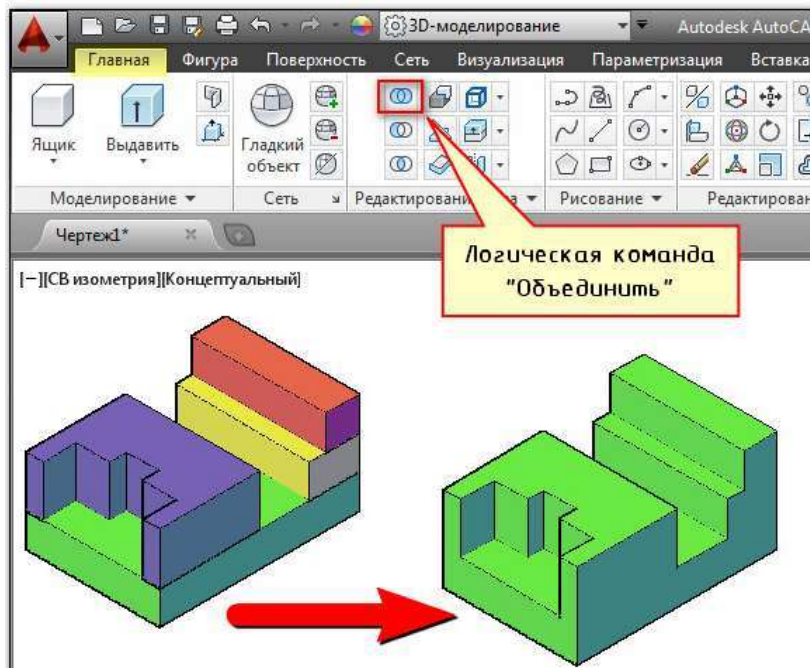

Рисунок 103 –Команда «Объединение»
1. Выбираем команду «Объединение» (см. рис.103).